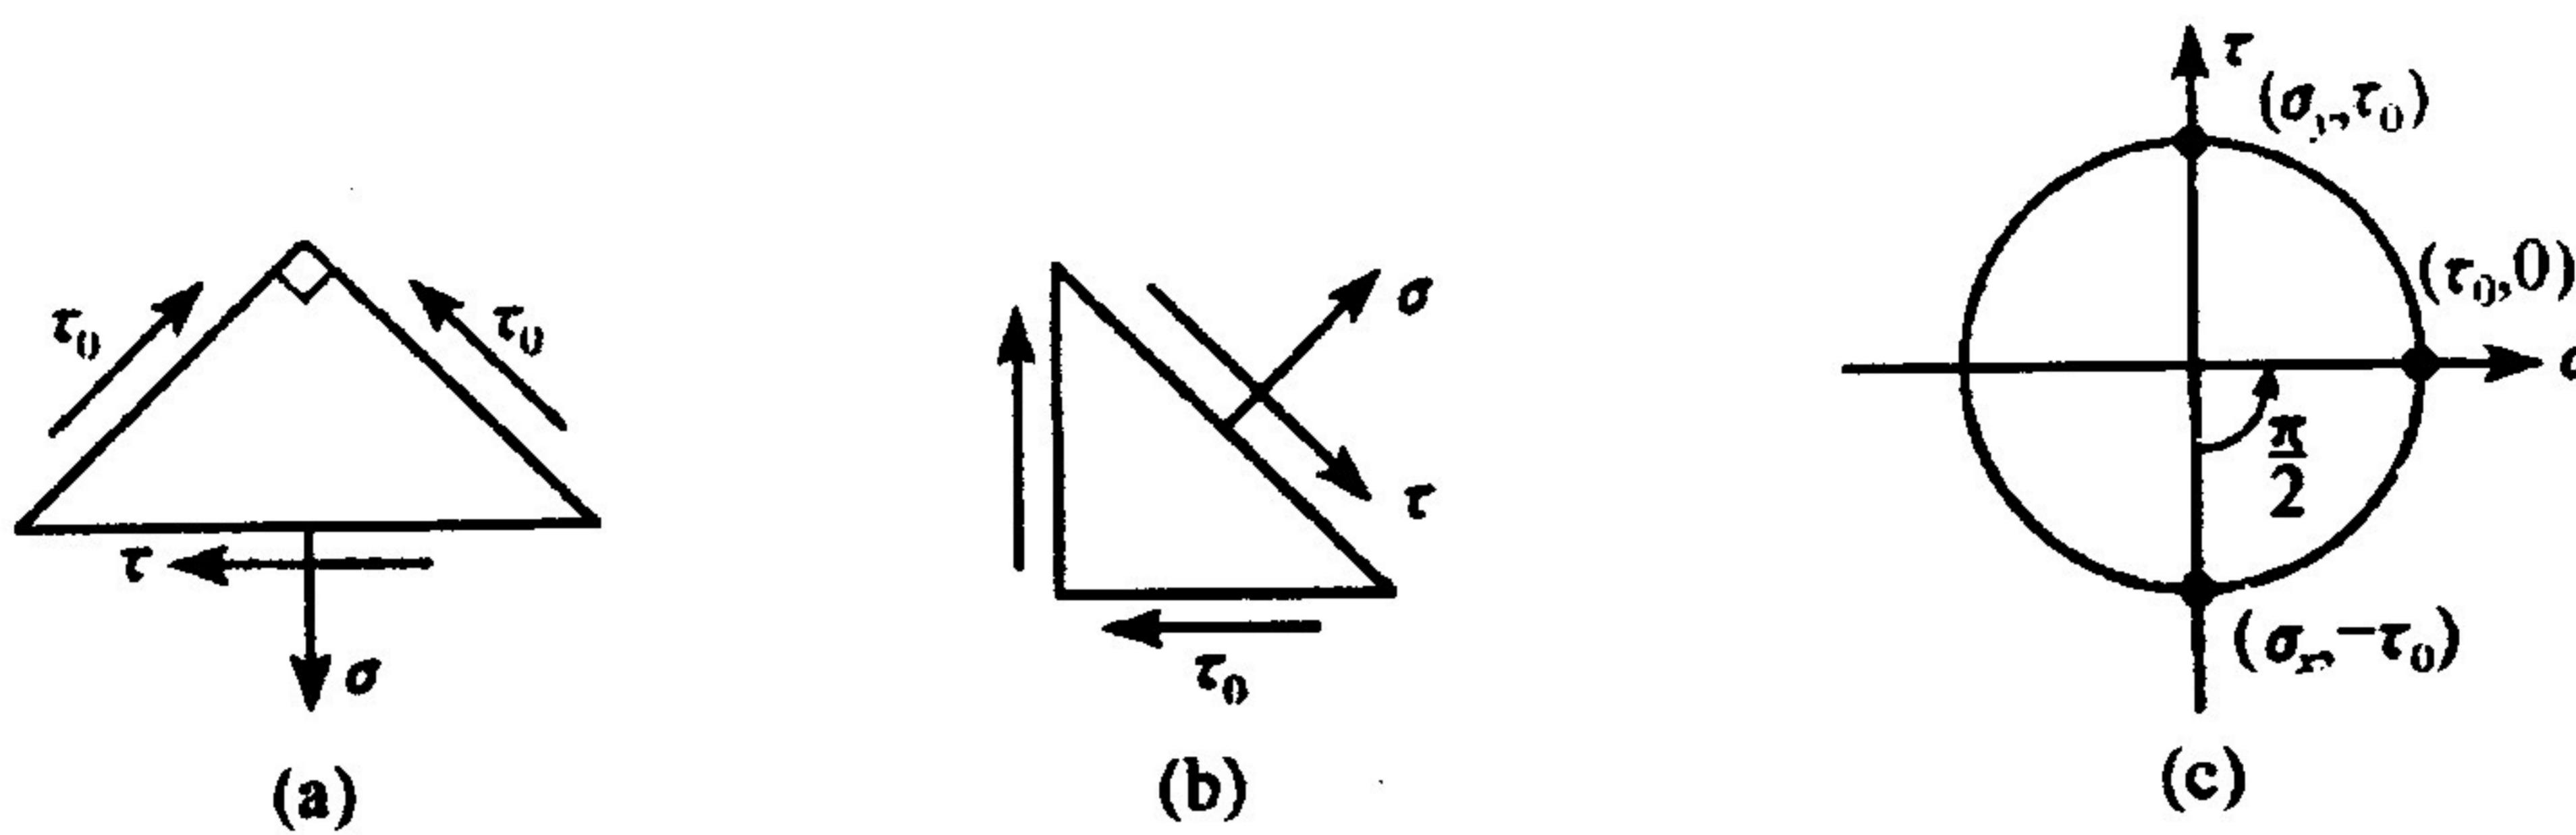

图 7.7
9. 图 7.7 所示等腰三角形单元体,已知两直边表示的截面上只有切应力,且等于 τ_0 , 则斜边表示的截面上的正应力 σ 和切应力 τ 分别是()
故选(B)。或者作应力圆如图 7.7(c) 所示, 从 x 向逆向旋转 90° , $\sigma_1 = \sigma_{45^\circ} = \tau_0$, $\tau_{45^\circ} = 0$ 。